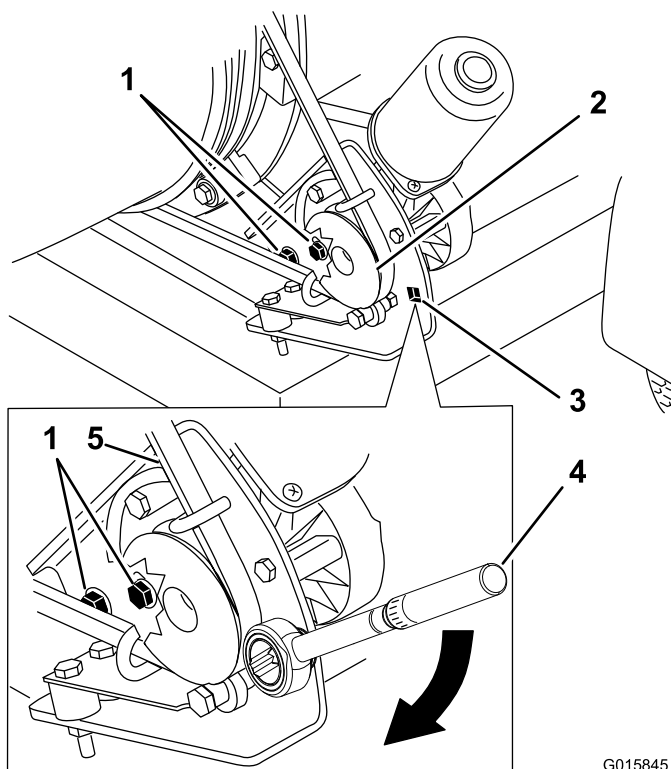

Figura 30
1. Allentate i bulloni che fissano la staffa di supporto della puleggia al telaio del soffiatore (Figura 30).
2. Posizionate una chiave torsiometrica nella staffa di supporto della puleggia (Figura 30).
3. Girate la staffa di supporto della puleggia allontanandola dall'ugello finché la chiave torsiometrica non registra un valore tra 22,6 e 26,0 N·m (Figura 30).